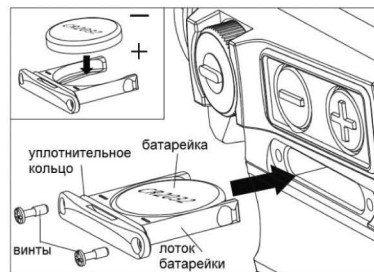

рис. 2-2
2) Установка батарейки (см. Рис. 2-2):